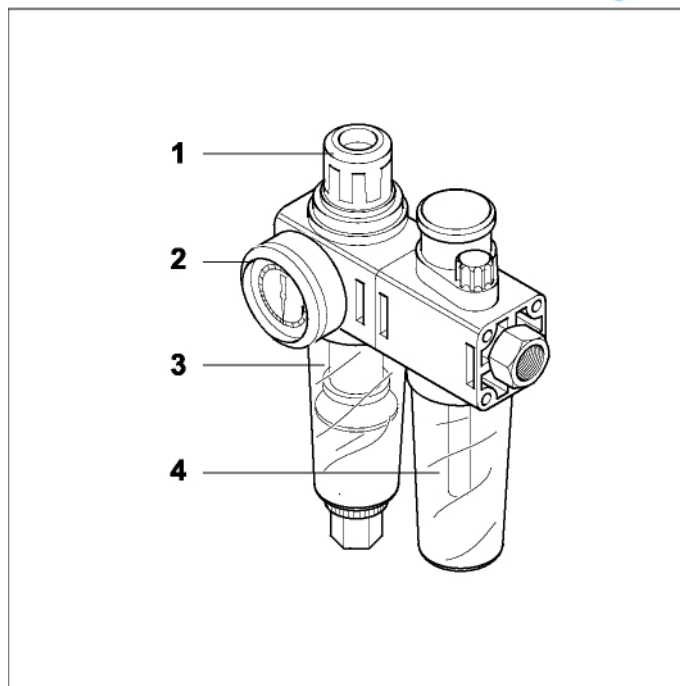

Fig. 15- Gruppo trattamento aria
Prima di svitare il bicchierino (4 fig. 15), accertarsi che la linea aria sia completamente scarica: il manometro posto sul gruppo (2 fig. 15), deve indicare «0».
- 3 - Pulire, con soffio d'aria compressa, il gruppo di trattamento aria - FRL. Per accedere al gruppo svitare il bicchierino del regolatore (3 Fig. 15)